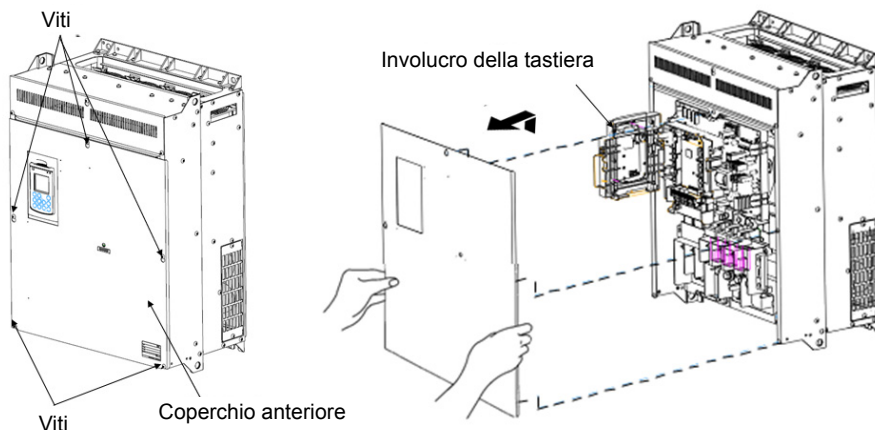

Figura 2.3 Rimozione del coperchio anteriore e della piastra di cablaggio (FRN110AR1S-4□)
**(2) Da 110 a 710 kW**
- ① Allentare le viti del coperchio anteriore, afferrarlo ai lati e farlo scorrere verso l'alto per rimuoverlo.
- ② Dopo avere effettuato i collegamenti necessari, allineare la parte superiore del coperchio con i fori sull'unità e reinserirlo eseguendo al contrario la procedura indicata nella Figura 2.3